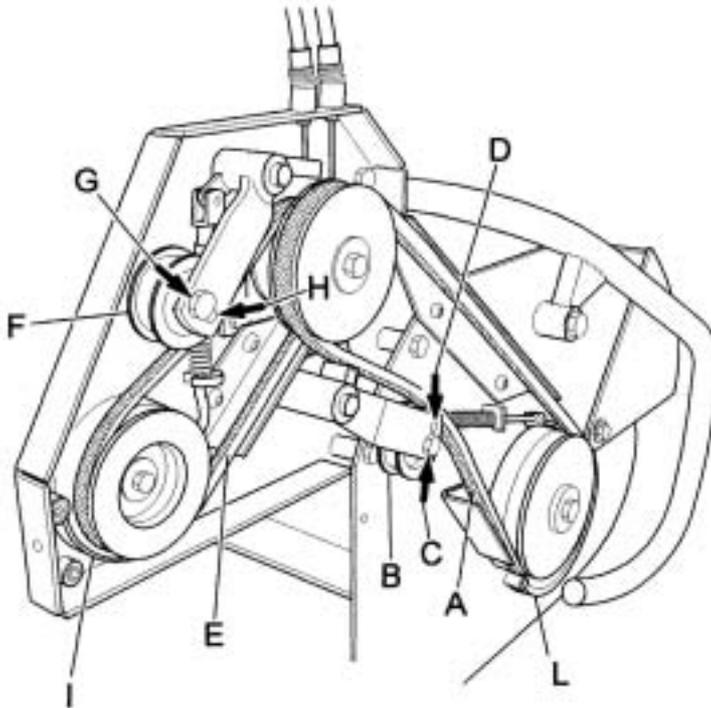

Fig. 9
- Si la correa (fig. 9 ref. A) está floja y no hace correctamente su función de arrastre del rotor de las cuchillas, hay que pasar el tensor (fig. 9, ref. B) del orificio inferior (orificio C) al superior (orificio D).
- Si la correa (fig. 9 ref. E) está floja y no hace correctamente su función de arrastre de la polea de avance de la máquina, hay que pasar el tensor (fig. 9, ref. F) del orificio superior (orificio G) al inferior (orificio H).
**ATENCIÓN.** Después de haber terminado las regulaciones mencionadas arriba, hay que comprobar que el freno del rotor porta-cuchillas (fig. 9, ref. L) y el freno de avance de la máquina (fig. 9, ref. I) ejerzan su función de seguridad, parando respectivamente el movimiento del rodillo y el de la máquina.